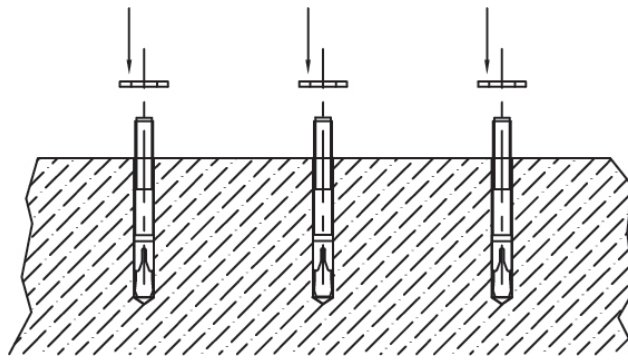

Fig. 4
3. Coloque las arandelas inferiores en las espigas (fig. 4).